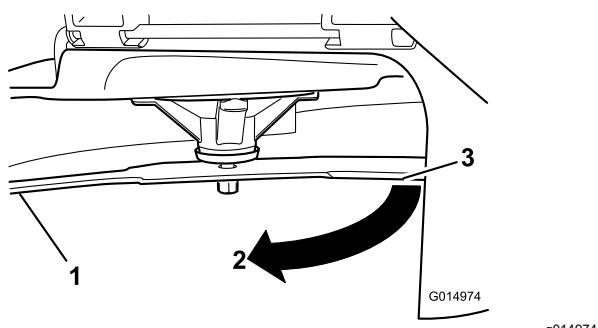

Figura 72
3. Distanța măsurată dintre lamă i suprafață (A)
4. Rotii acelei lame la 180 de grade, astfel încât marginea de tăiere opusă să se afle acum în aceeași poziție (Figura 72).